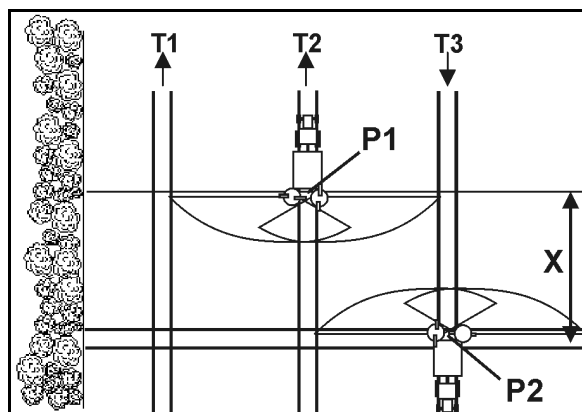

Fig. 71
- Deschideți vana de închidere după pornirea în deplasare pe cărarea tehnologică în punctul P1 (Fig. 71), atunci când discurile de împrăștiere sunt depărtate la distanța X de cărarea tehnologică a zonei capetelor de rând.
- Închideți vana glisantă înainte de ieșirea din cărarea tehnologică în punctul P2 (Fig. 71), atunci când discurile de împrăștiere se află la înălțimea primei cărări tehnologice a zonei capetelor de rând.